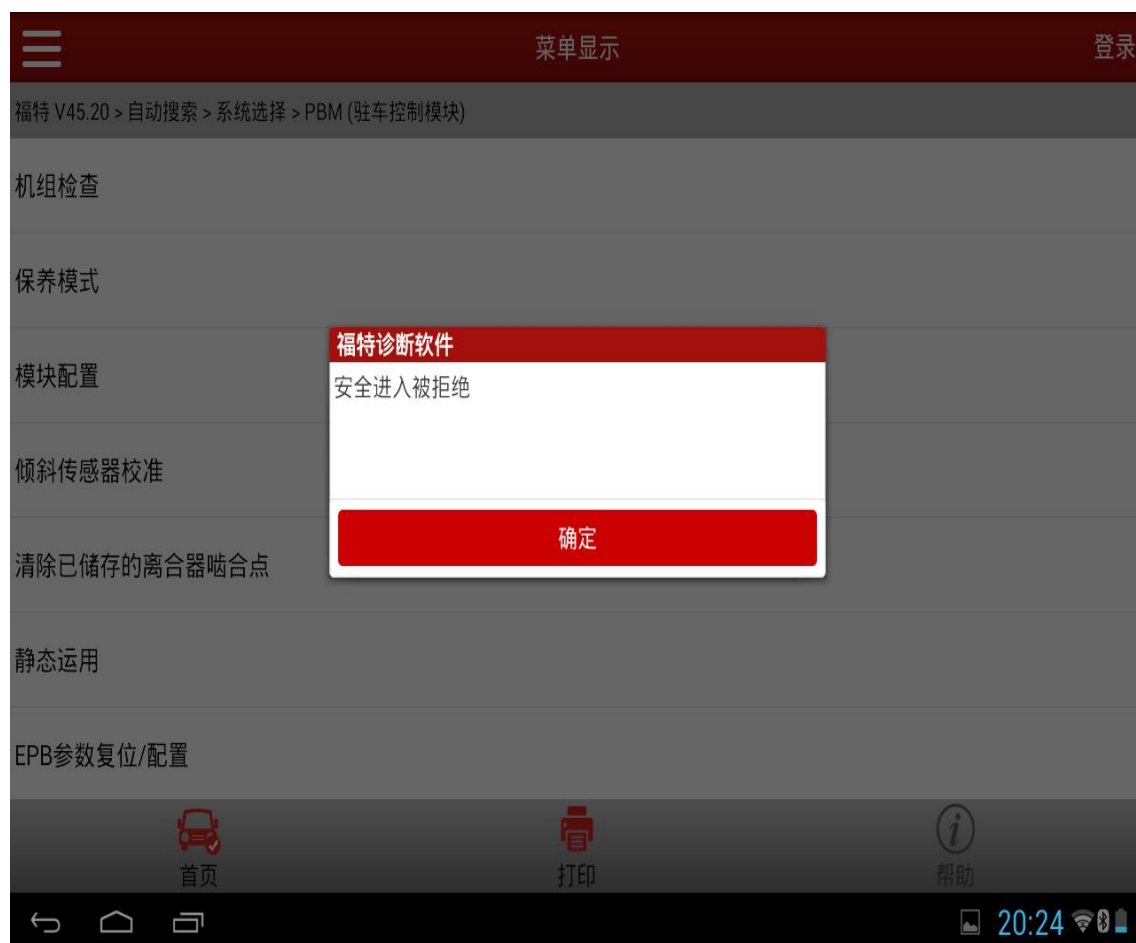

图 11
11). 提示：安全进入被拒绝（图 11），点击“确定”，进入下一步；